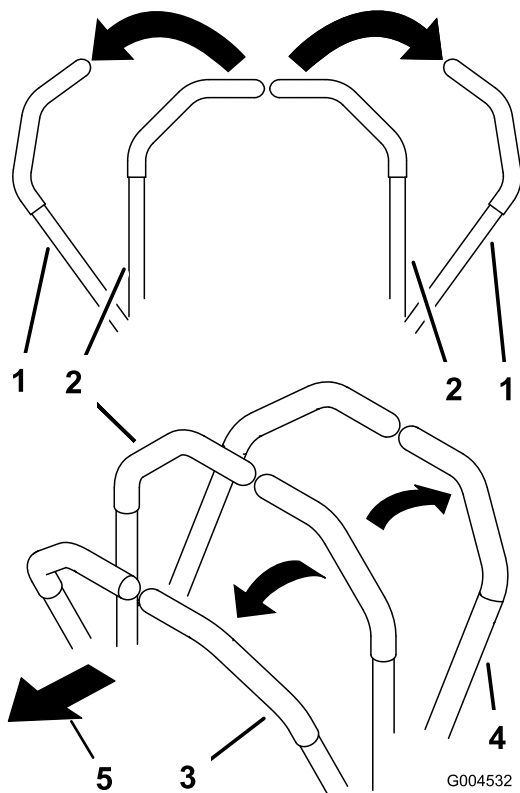

Bild 20
1. Schieben Sie die Fahrtriebshebel (Bild 20) aus der Neutralsperrstellung.
- Schieben Sie für das Vorwärtsfahren die Fahrtriebshebel langsam vorwärts (Bild 20).
- Ziehen Sie zum Rückwärtsfahren die Fahrtriebshebel langsam nach hinten (Bild 20).
- Zum Wenden, ziehen Sie beide Hebel nach hinten, um die Maschine zu verlangsamen; schieben Sie dann einen Hebel an der entgegengesetzten Seite zur Wenderichtung nach vorne (Bild 20).